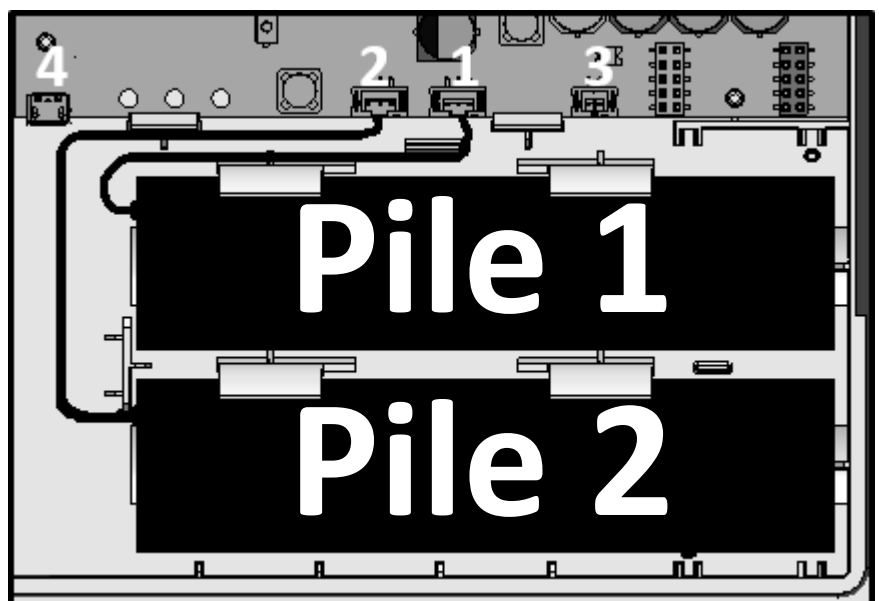

Fig.1 Passerelle vue interne à droite en bas
- Branchez le connecteur des piles dans les connecteurs correspondants (voir Fig.1).